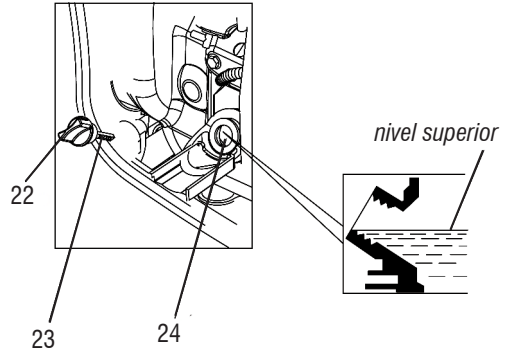

Fig. 13 – Inserindo óleo
3. Remueva la tapa del nivel del aceite (22) y con el auxilio de un paño, limpie la varilla indicadora de nivel (23) (fig. 13);
4. Introduzca la tapa del nivel del aceite (22) en el agujero de alimentación sin atornillar;
5. Retire nuevamente la tapa del nivel del aceite (22) y haga la lectura;
7. Después realizar el procedimiento, cerciérese que la tapa del nivel del aceite (22) fue debidamente cerrada.